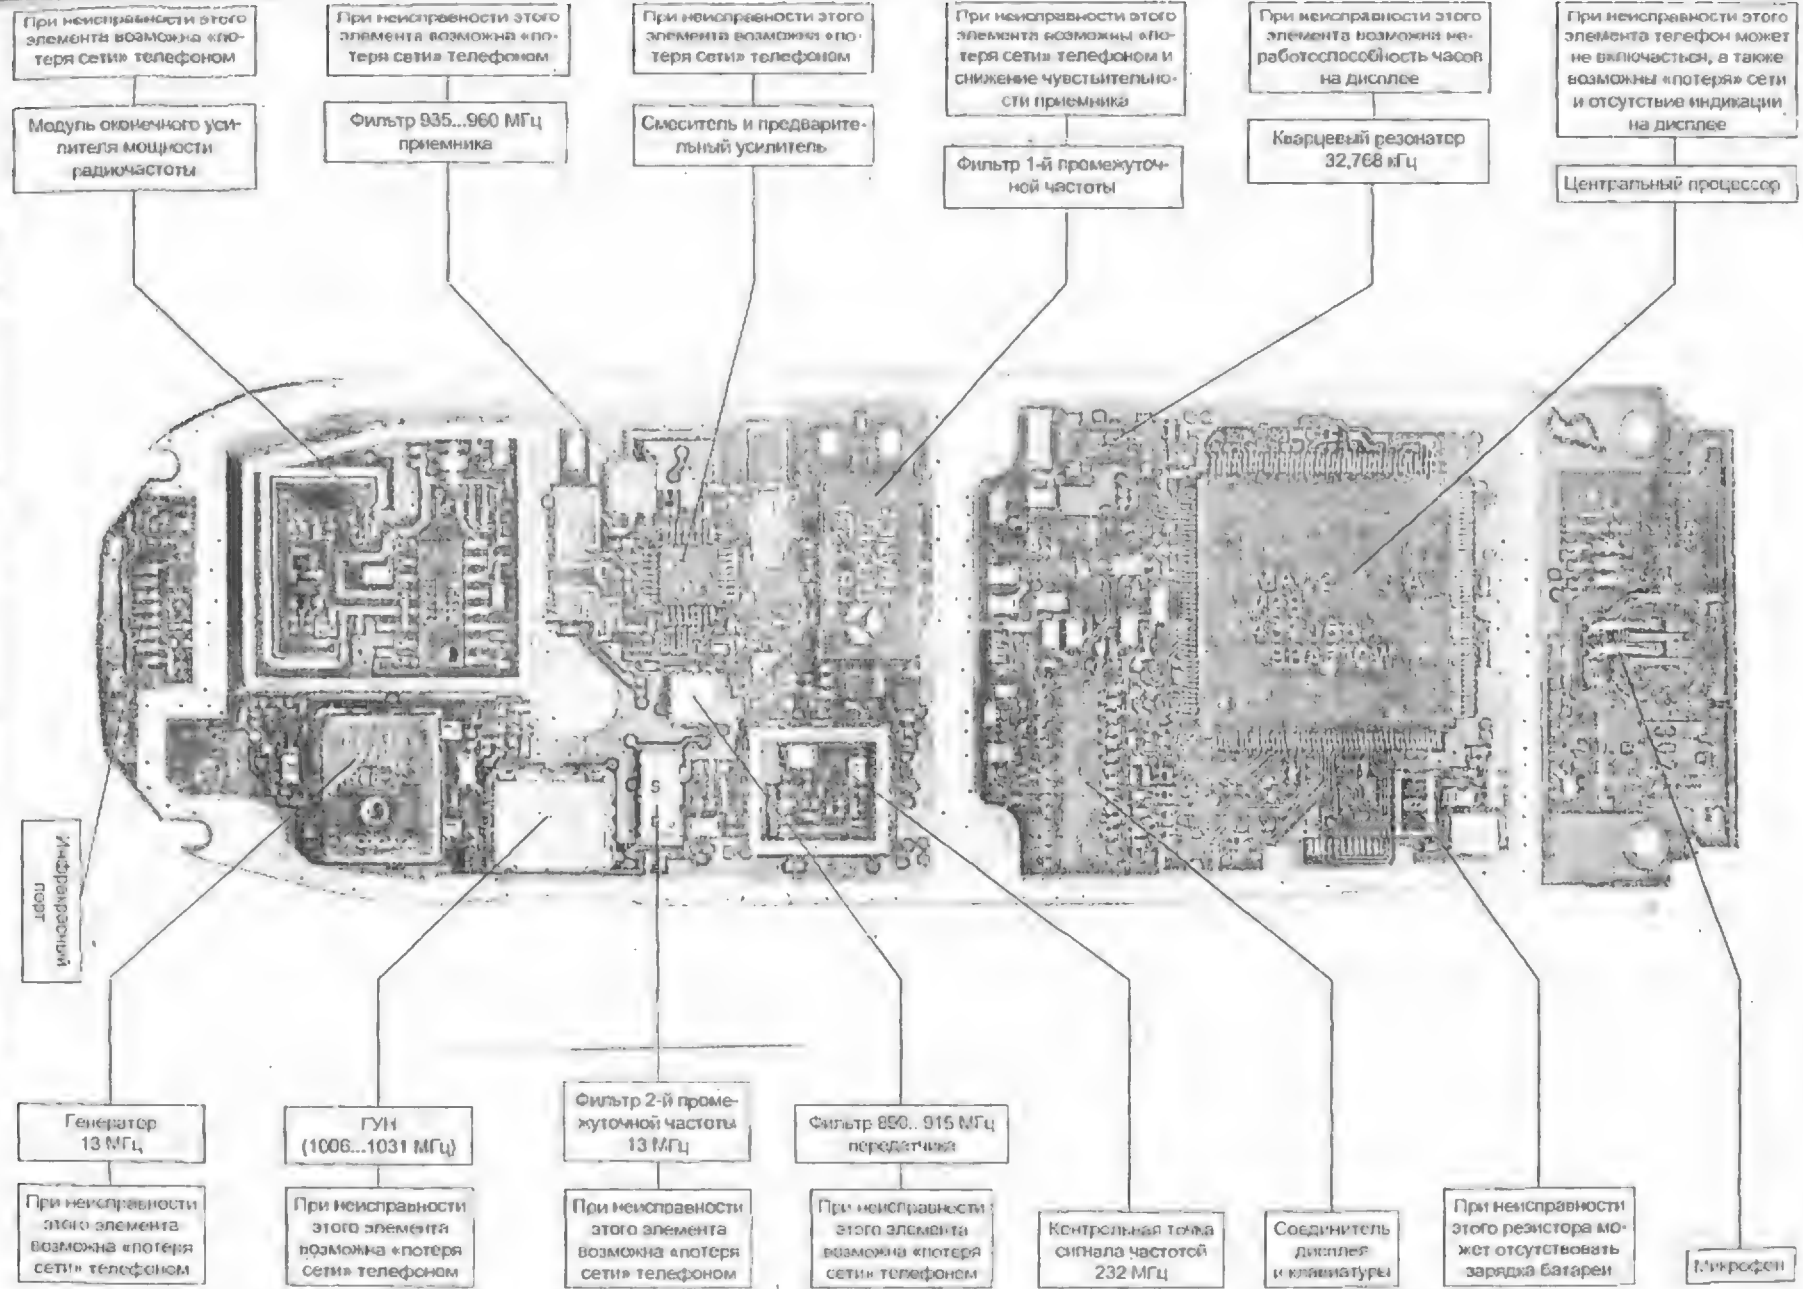
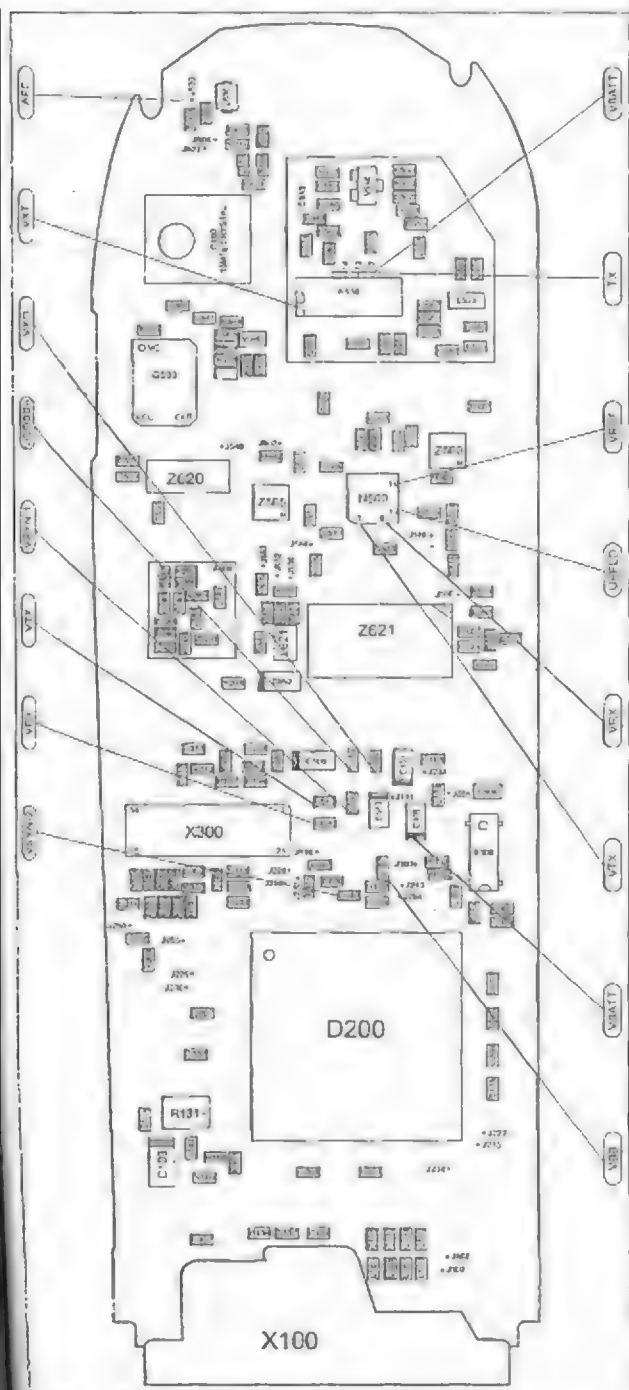
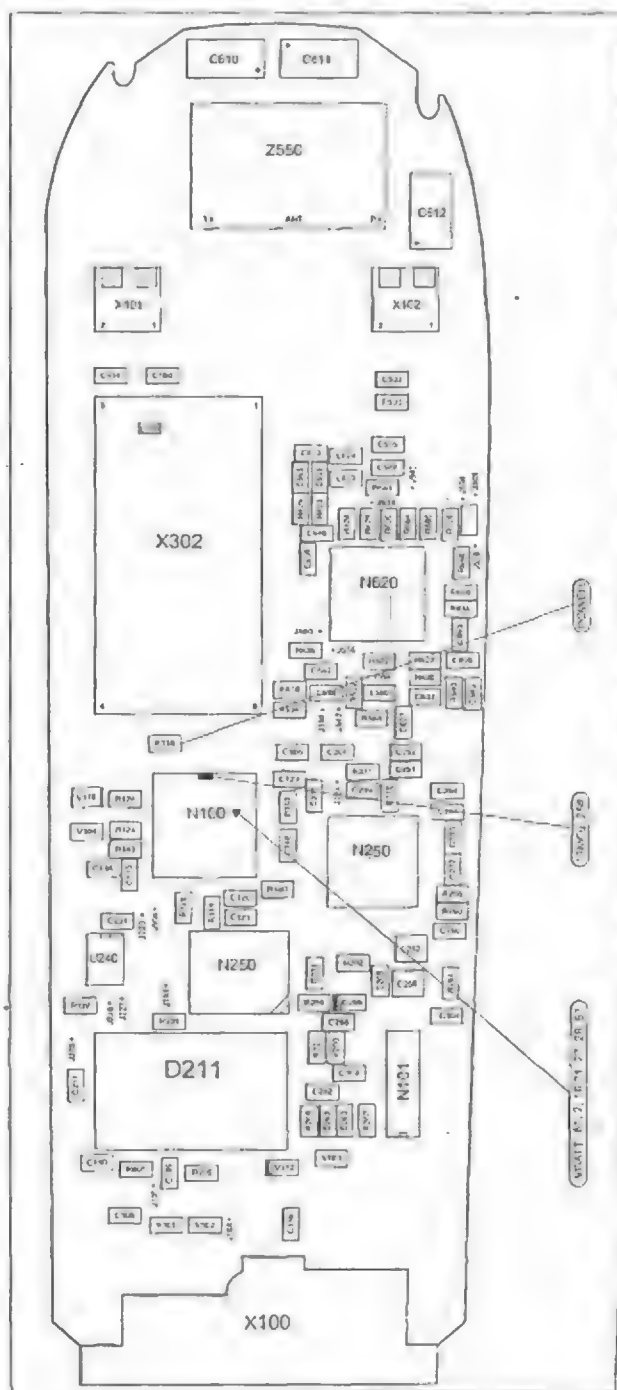
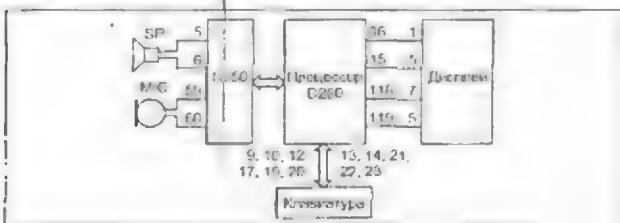

Рис. 6.1. Контрольные точки на системной плате (фронтальная сторона)
Рис. 6.3. Электромонтажная схема системной платы (фронтальная сторона)
Рис. 6.4. Электромонтажная схема системной платы (тыловая сторона)
Рис. 6.5
Внешний вид печатной платы сотовых телефонов «Nokia 5110/6110» показан на рис. 6.1, 6.2, а расположение элементов — на рис. 6.3, 6.4 (на них же показаны контрольные точки).
При попытке ручного поиска сети аппарат находит сеть, но не может в ней зарегистрироваться. Очевидно, что неисправность находится в передающей части телефона (передатчике). В подобном случае наиболее вероятен выход из строя одного из элементов: антенного переключателя Z550 (рис. 6.4), фильтра Z505 (рис. 6.3), предварительного усилителя N500 (рис. 6.3) или окончательного усилителя мощности передатчика N550 (рис. 6.3). Для проверки этих элементов выполняют следующие действия:
- проверяют усилитель мощности передатчика. Для этого отпаивают разделительный конденсатор C562 (рис. 6.3) и припаивают отрезок изолированного провода длиной около 10 см (как временную антенну) к выходу предварительного усилителя V640;
Если напряжения в норме, заменяют окончательный усилитель мощности. При подобной неисправности также необходимо проверить катушку L552 (рис. 6.3). Она и усилитель мощности могут одновременно выйти из строя, если для зарядки аккумуляторной батареи телефона используется некачественное зарядное устройство.
- к выводу антенного переключателя Z550 (рис. 6.4) со стороны приемной части припаивают небольшой отрезок изолированного провода (10 см);
- если после ручного поиска сети на дисплее шкала уровня сигнала не изменила своих показаний, выпаивают фильтр Z500 (рис. 6.3) и изолированным проводом соединяют его контактные площадки на плате. Затем выполняют по-
иск сети. Если и после этого не был достигнут положительный результат, проверяют полосовые фильтры ПЧ Z620 и Z621 (рис. 3) и кварцевый резонатор G530 (пайкой выводов или заменой), модуль опорной частоты C600 (13 МГц), а затем заменяют микросхему N620 (рис. 6.4).
Существует много причин возникновения подобного дефекта, но наиболее частая — отказ микросхемы PCM-кодека N250 (рис. 6.4). Поэтому проверке этой микросхемы необходимо обратить особое внимание. Остановимся на этом подробнее. Блок-схема логической части и цепей обработки звуковых сигналов «Nokia 6110» показана на рис. 6.5.